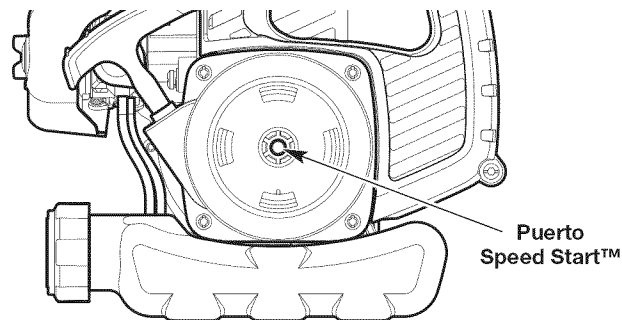

Fig. 14
5. Coloque el accesorio Speed Start™ en el puerto Speed Start™ (Fig. 14). Consulte la sección *Operación* del manual del operador del accesorio Speed Start™.